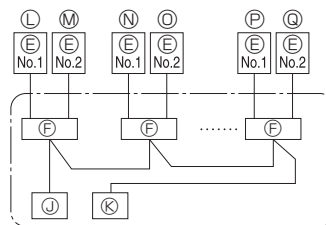

Fig. 6-2
6.1. Наружный прибор (Fig. 6-1, Fig. 6-2)
- Подсоедините кабели, как указано на рис. 6-1 и рис. 6-2.